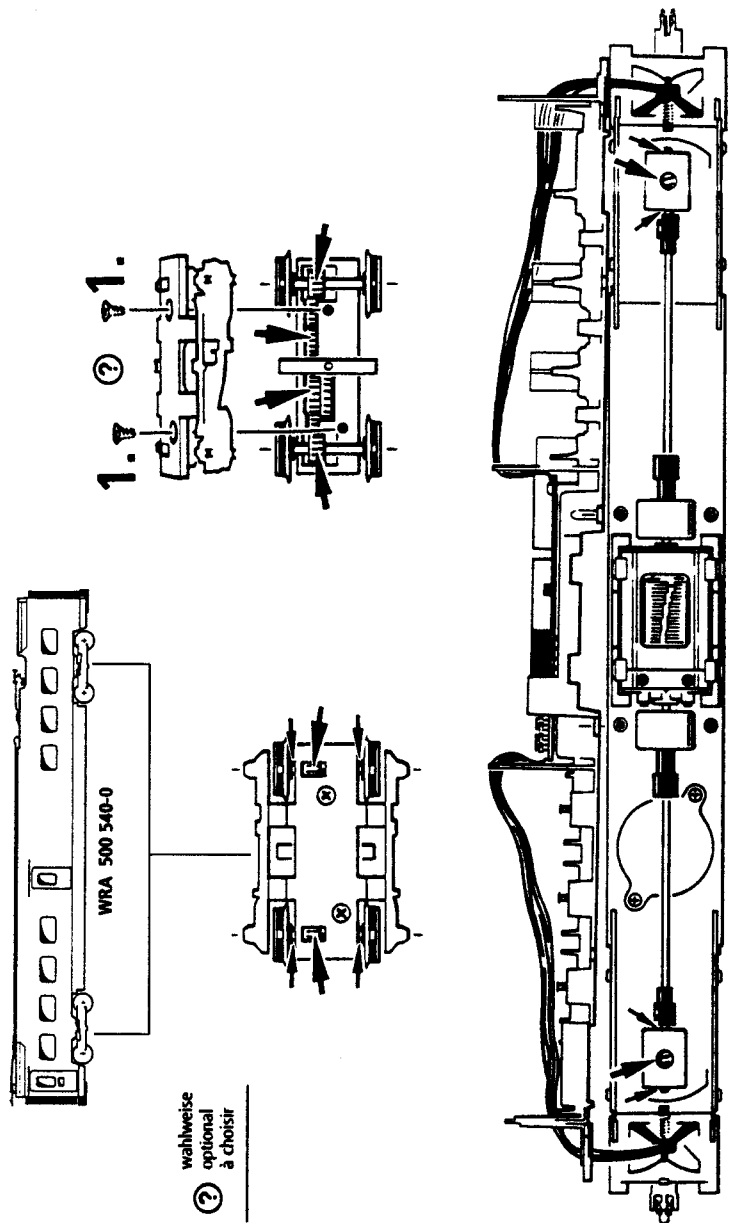

Fig. 8
**3. Haftreifenwechsel:** **Radsatz** herausnehmen und den **Haftreifen** mit einer Nadel oder mit einem feinen Schraubendreher abziehen (Fig. 8). Beim Aufziehen des neuen Haftreifens bitte darauf achten, dass dieser sich **nicht verdreht**.
Délogez ensuite les essieux bandagés et enlevez, à l'aide d'une aiguille ou d'un tourne-vis fin les bandages d'adhérence (fig. 8). Lors du montage des nouveaux bandages veuillez veiller à ce que les bandages **ne soient pas tordus**.
Take out **wheel set** and remove **traction tyre** using a pin or a fine screwdriver. When pressing on the new traction tyre please **avoid twisting** it (fig. 8).